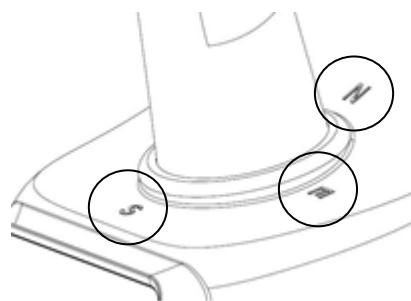

図 4.8
- ・ VGT-SS1502 には方角を示すアルファベットがあり、それぞれ"N"(北)、“E”(東)、“S”(南)、“W”(西)を表します。(図 4.8)